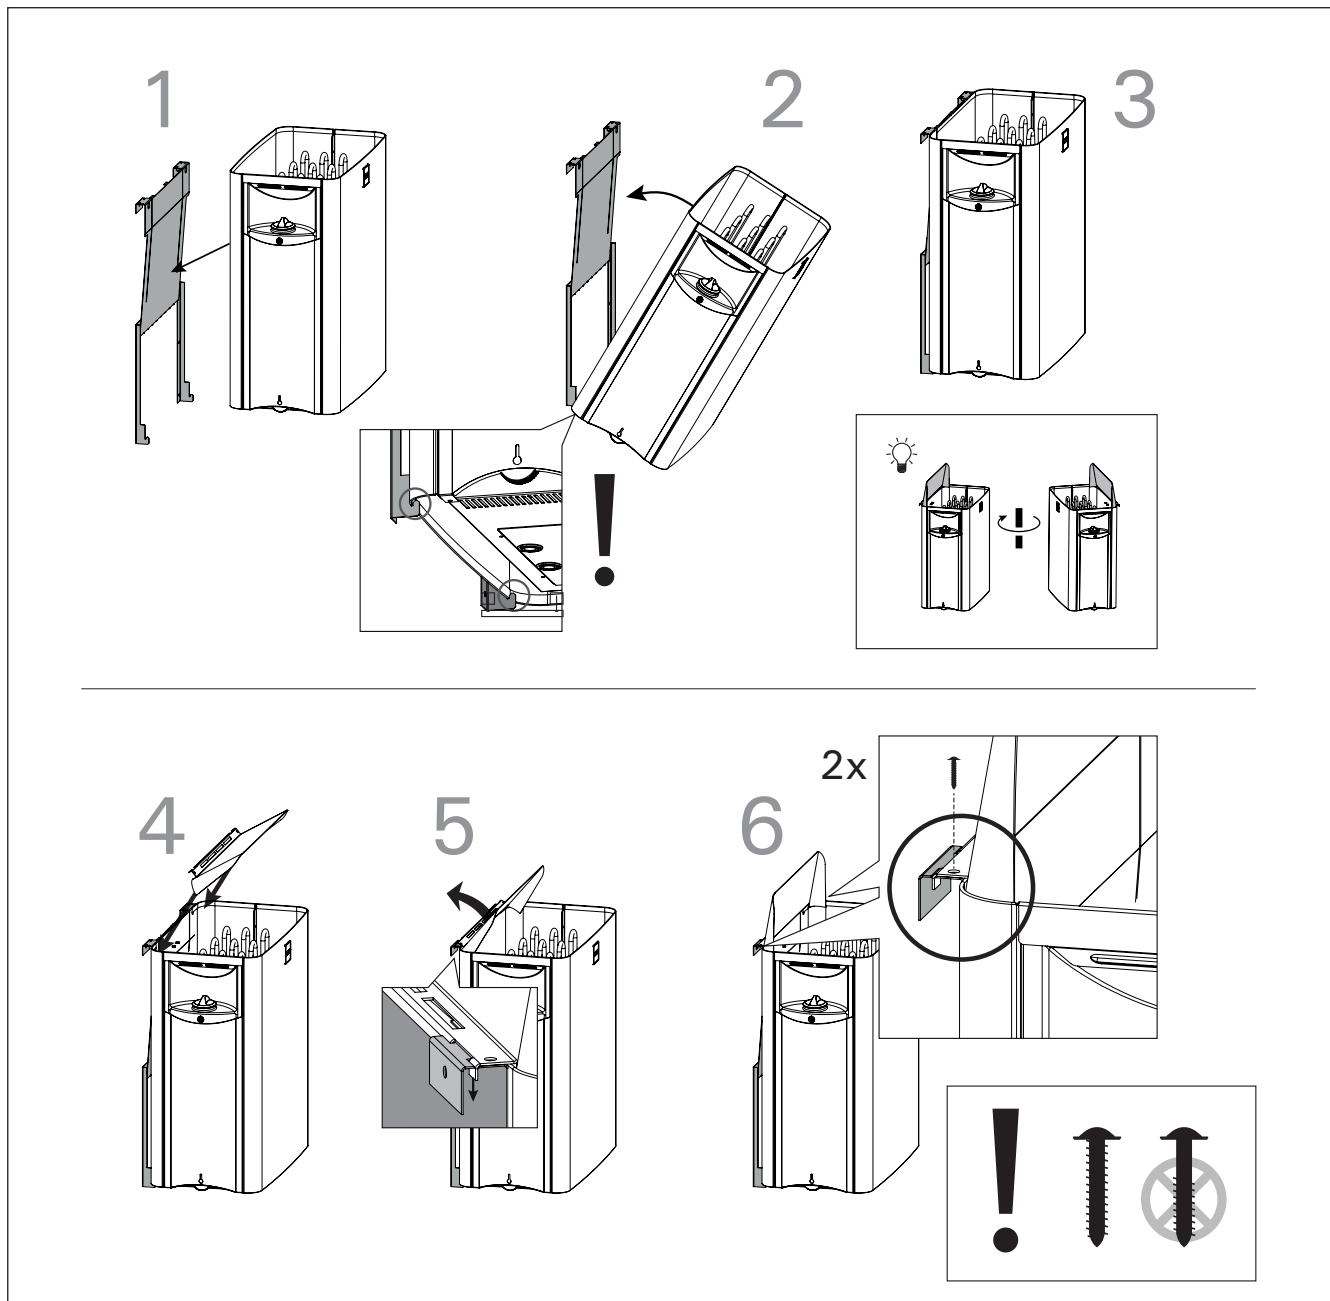

Рисунок 9. Установка каменки на настенный кронштейн
3. Установите каменку по месту и убедитесь, что она встала по центру подставки (рисунок 9:1-3)
4. Поверните направляющую панель для пара и закрепите ее к каменке и к настенному кронштейну (рисунок 9:4-5).
5. Для более надежного соединения, закрепите направляющую панель шурупами сзади (рисунок 9:6).